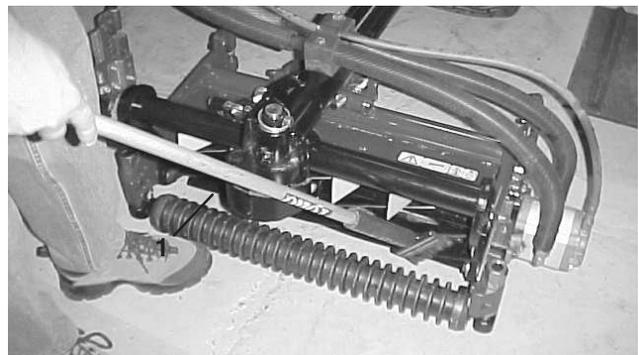

Bild 72
8. Tragen Sie mit einer Bürste mit langem Stiel Schleifpaste (Toro Bestellnummer 29-9100) auf die Spindel auf. Verwenden Sie nie Bürsten mit kurzem Stiel (Bild 72).